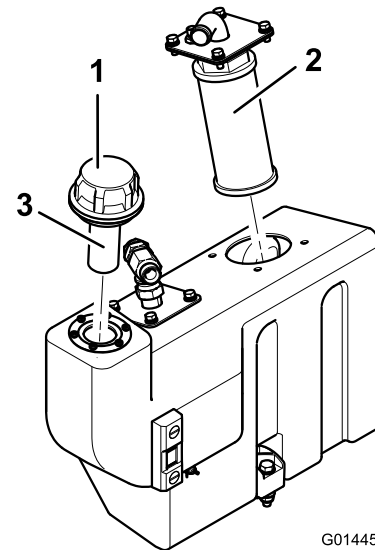

Figura 73
1. Rimuovete la flangia di aspirazione del serbatoio dell'olio per poter raggiungere la succhieruola (Figura 73).
2. Svitare la succhieruola, rimuovetela e pulitela con paraffina o benzina prima di montarla (Figura 73).